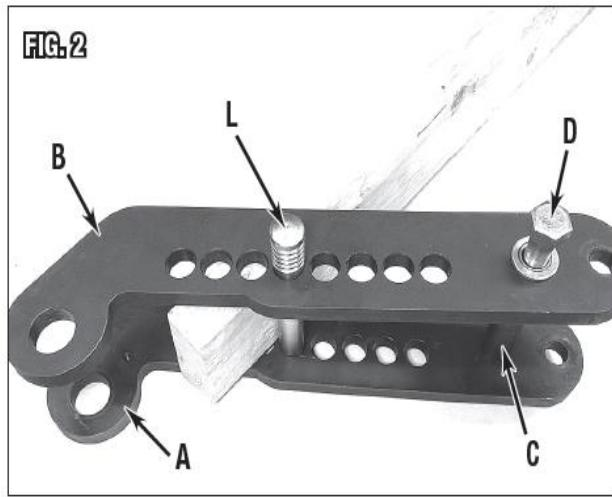

Рис. 2
2. Поместить деревянный брус сечением 10 см или другой подходящий материал между нижней пластиной рамы (A) и верхней пластиной рамы (B) для временной поддержки.
3. Приготовить два комплекта болт 18 мм/шайба/распорная втулка/гайка. Поместить две распорные втулки (C) Ø1" x 4" [Ø26x102 мм] между нижней и верхней пластинами рамы (Рис. 2).
4. Вставить болт (D) M18x120 мм с 18мм с шайбой (E) в отверстие 19 мм в верхнюю пластину рамы, распорную втулку и нижнюю пластину рамы. Поместить шайбу (E) 18 мм между болтом и гайкой M18 (F), затянуть гайку руками. Установить второй болт аналогично (Рис. 2).